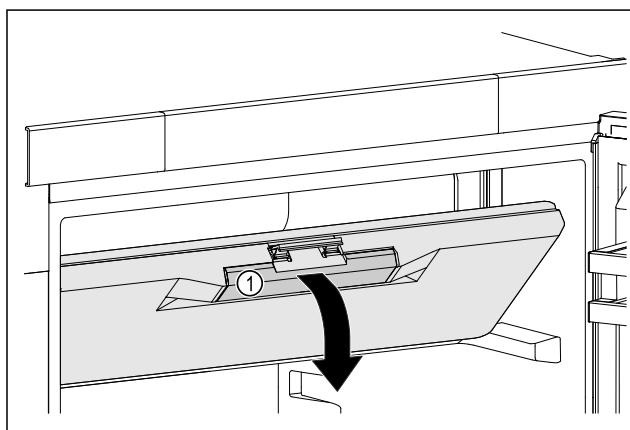

Fig. 41
► Saisir la porte du congélateur par la poignée encastree Fig. 41 (1).